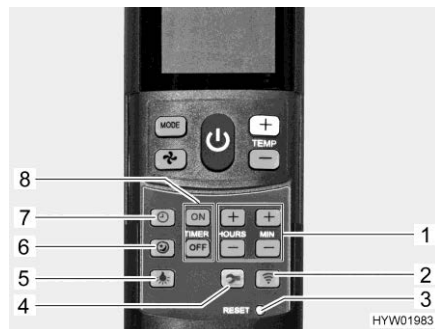

Fig. 172 Telecomando con tasti di impostazione (impianto di climatizzazione)
- Premere il tasto funzionamento silenzioso (Fig. 172,6). Durante il raffreddamento la ventola funzionerà ad un numero di giri inferiore, pertanto risulterà meno rumorosa.
- Premere il tasto ora (Fig. 172,7).
- Impostare le ore e i minuti con i tasti (Fig. 172,1).
- Premere il tasto "ON" (Fig. 172,8).
- Premere i tasti per l'impostazione degli orari (Fig. 172,1) fino a che non è stato raggiunto l'intervallo orario desiderato per l'accensione.
- Premere il tasto "OFF" (Fig. 172,8).
- Premere i tasti per l'impostazione degli orari (Fig. 172,1) fino a che non è stato raggiunto l'intervallo orario desiderato per lo spegnimento.
- Premere di nuovo il tasto "ON" o il tasto "OFF" (Fig. 172,8).
- Premere il tasto luce (Fig. 172,5). La luce viene accesa all'ultimo livello di regolazione impostato.
- Premere e tenere premuto il tasto luce (Fig. 172,5), finché non si raggiunge la luminosità desiderata.
- Premere il tasto luce (Fig. 172,5).
- ▷ Il tasto Setup (Fig. 172,4) permette di collegare il telecomando all'impianto di climatizzazione al momento della prima messa in funzione.